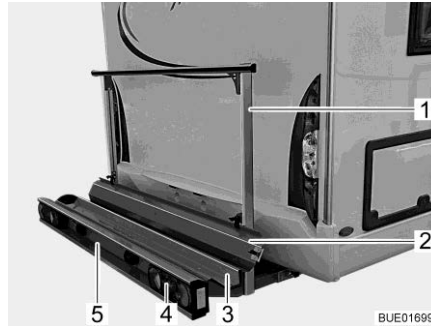
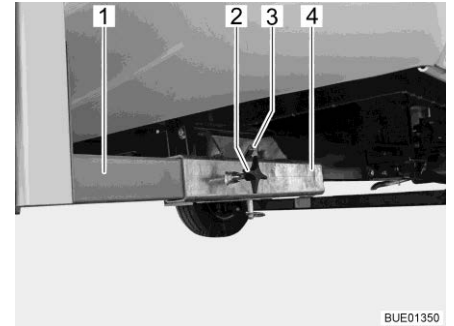

Fig. 4 Portapacchi
Fig. 5 Fissaggio al veicolo
Il portapacchi (Fig. 4) consente il trasporto di una motocicletta o di un motorino con un peso fino a 130 kg.
- Vasca di trasporto (Fig. 4,3) e staffa di supporto (Fig. 4,1) con fissaggio al veicolo (Fig. 5)
- Luci posteriori (Fig. 4,4)
- Luce targa del veicolo (Fig. 4,5)
- Guida di transito (Fig. 4,2)
Le due barre (Fig. 5,1) del portapacchi sono fissate mediante viti ad alette (Fig. 5,2) ai supporti quadri (Fig. 5,4) sul pavimento del veicolo. Il portapacchi è fissato tramite un bullone (Fig. 5,3) con anello di arresto.